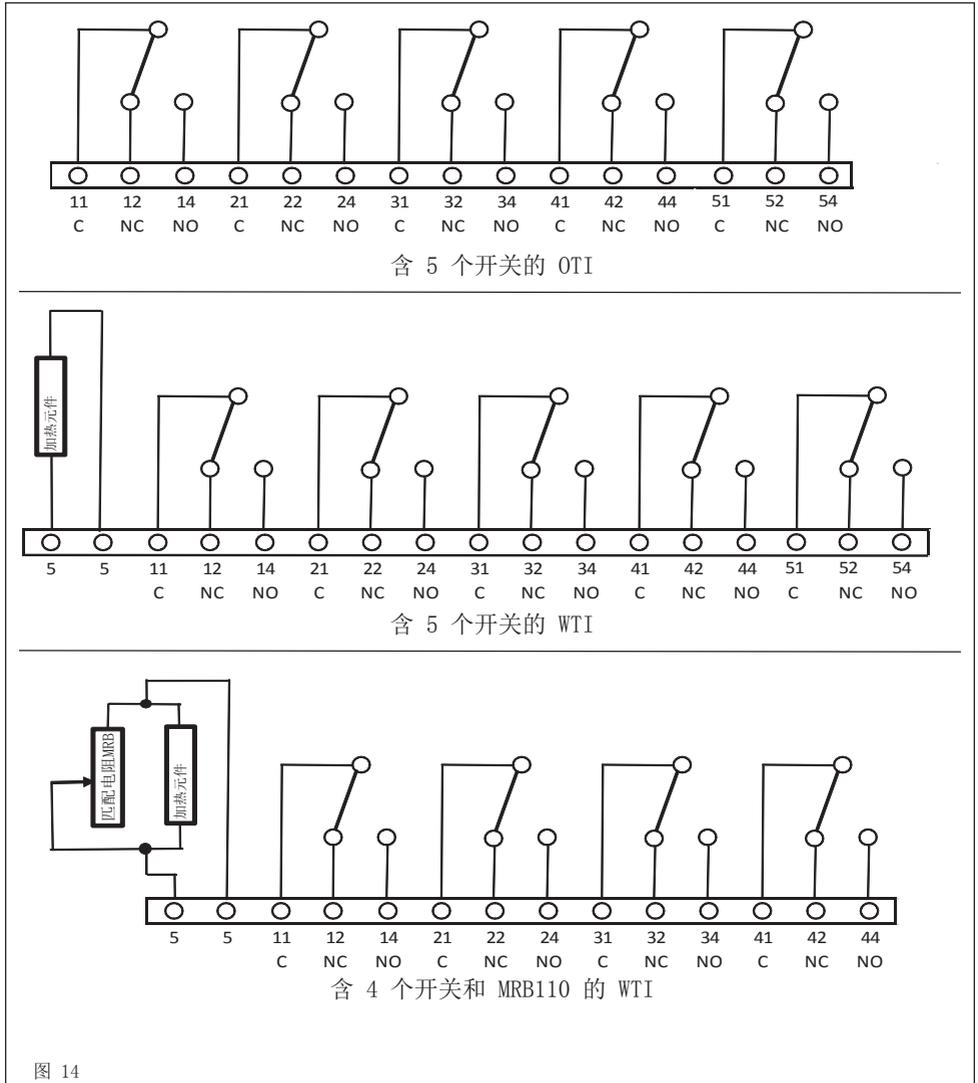

图 14
- D) 检查该点在 y 轴上的电阻值 (以欧姆为单位)。这是经过端子 5 - 5 的总电阻值 (表示加热元件的电阻与匹配电阻并联) (请参见第 8.6 章的图 14)。